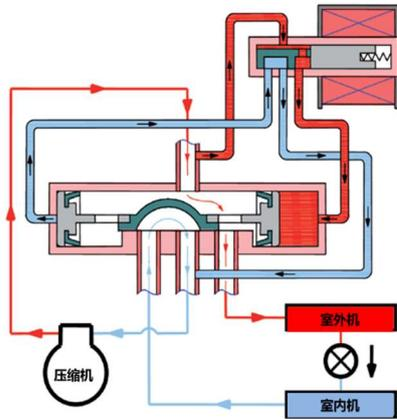

图3 制冷循环
- 1、图3、4所示模式：制冷循环时线圈不得电，制热循环时线圈得电，适用于制冷使用周期长的场合；